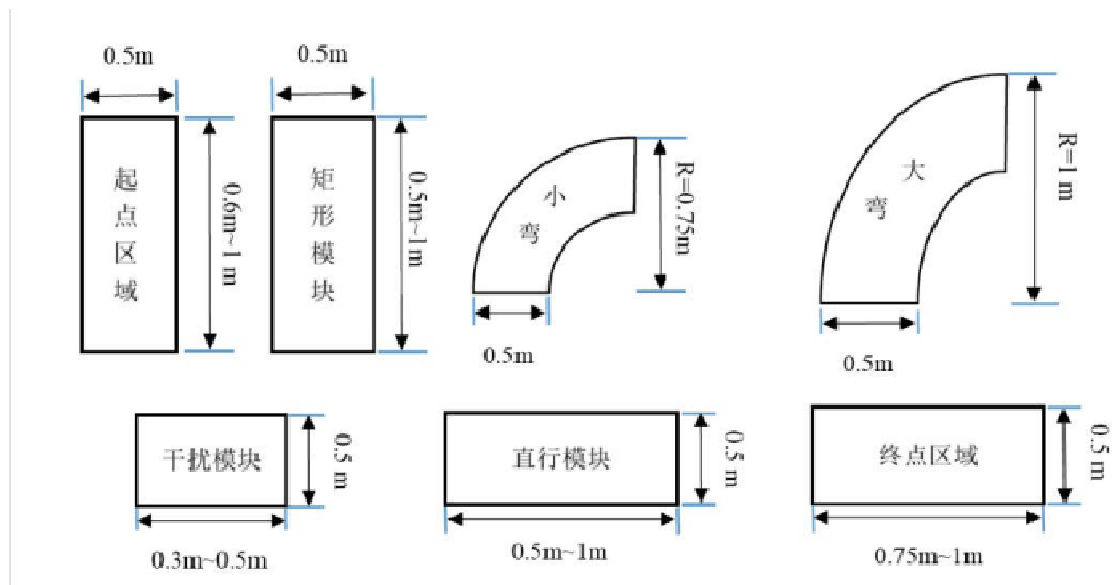

图 4 模块形状图
4. 比赛场地由多种不同模块组成，各模块长度随机，避障模块宽度为 1 米，其他模块宽度均为 0.5 米，模块排布顺序随机。模块分为：直行模块、转弯模块、干扰模块、矩形模块。各模块形状如图 4 所示。